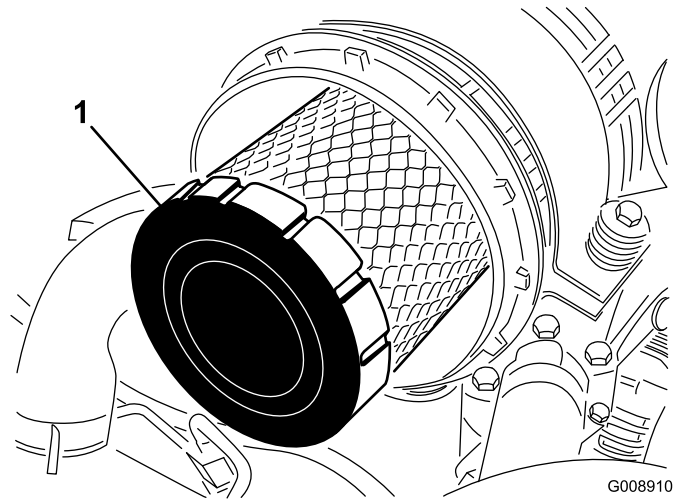

Figura 44
4. Togliete il filtro primario e sostituitelo (Figura 44).